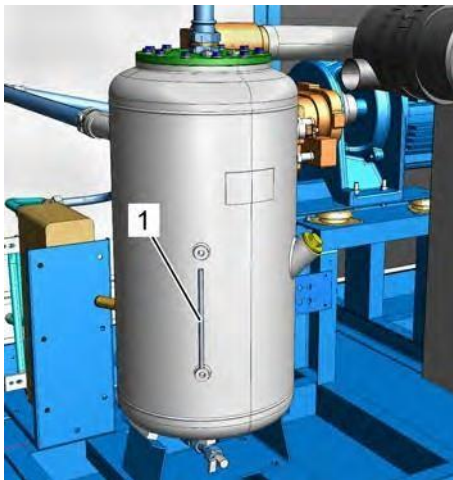

Рис. 38: Указатель уровня воды
4. ➤ Проверьте, видна ли в указателе уровня воды (Рис. 38/1) вода.